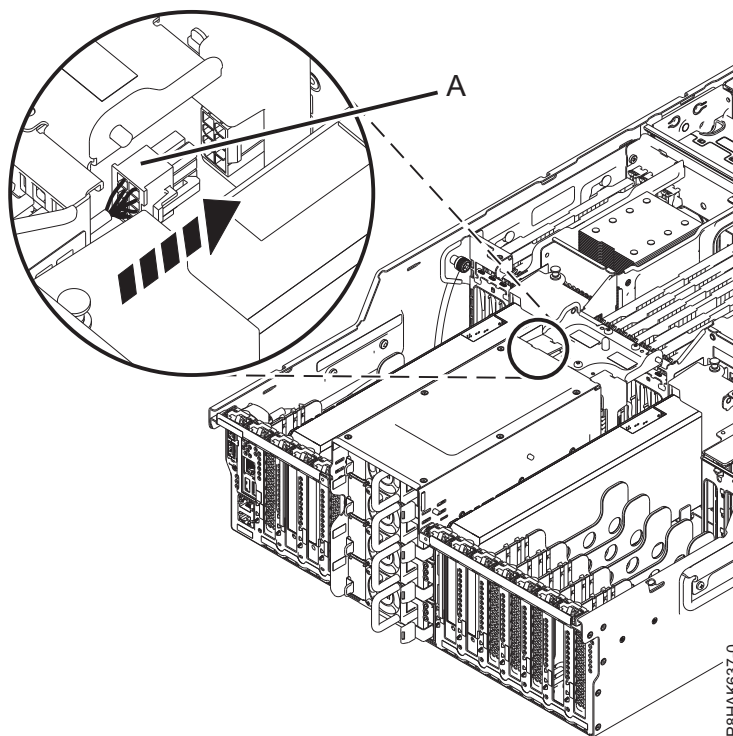

Figura 6. Connexió dels cables d'alimentació per a l'adaptador PCIe GPU al sistema 8247-42L
7. Si esteu instal·lant o substituint l'Adaptador GPU x16 PCIe de 3a. generació (FC EC47 o EC4B) en un sistema 8247-42L, connecteu el cable d'alimentació auxiliar (A) als connectors de la placa posterior del sistema, tal com es mostra a Figura 6 a la pàgina 8 i, a continuació, seguïu amb el pas 8 a la pàgina 8. Si esteu instal·lant qualsevol altre adaptador, aneu al pas 8 a la pàgina 8.